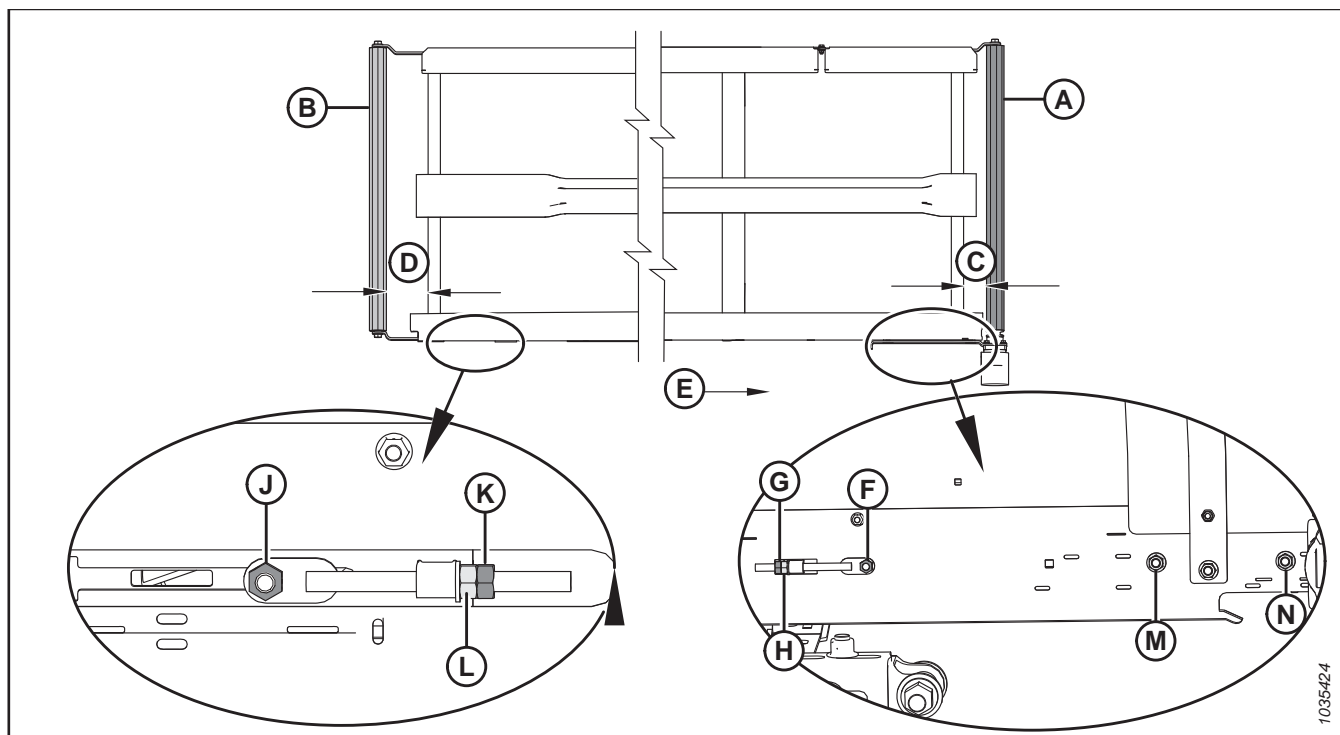

Рисунок 4.250: Регулировка хода полотна — левое полотно
2. Отрегулируйте приводной ролик (А), чтобы изменить параметр С (см. таблицу 4.2, страница 446 и рисунок 4.250, страница 446), выполнив следующее.
- a. Ослабьте гайки (F), (M) и (N), а также контргайку (G).
- b. Поверните регулировочную гайку (H).
- c. Затяните гайки (F), (M) и (N), а также контргайку (G).
3. Отрегулируйте натяжной ролик (В), чтобы изменить параметр D (см. таблицу 4.2, страница 446 и рисунок 4.250, страница 446), выполнив следующее.
- a. Ослабьте гайку (J) и контргайку (K).
- b. Поверните регулировочную гайку (L).